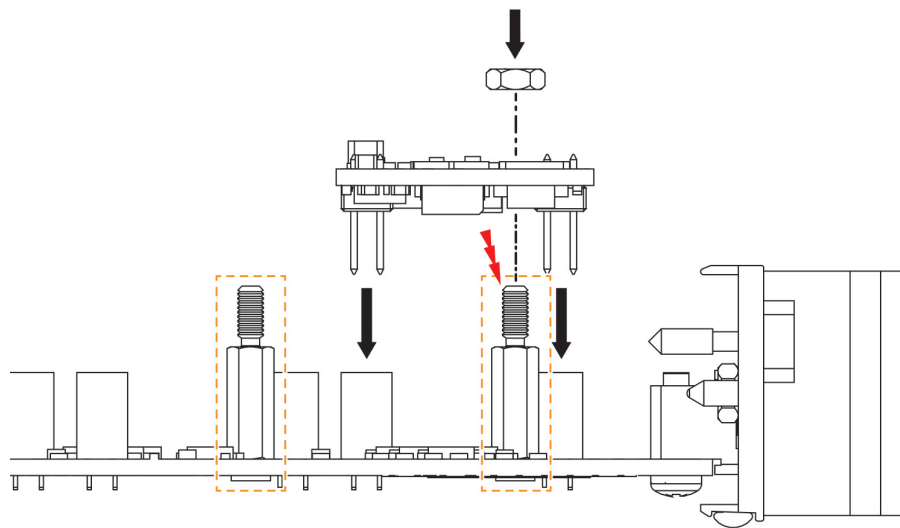

Abb. 2-4 Seitenansicht Montage eines PB5385RES.1-A Resistor Cascade Piggyback
1. Richten Sie das Widerstandskaskaden-Modul auf den jeweiligen Führungsbolzen (orange gestrichelte Rechtecke in Abb. 2-4) eines jeden Steckplatzes des ES5385.1 Carrier Board for Resistor Cascade aus.
Achten Sie auf möglichst geringe mechanische Beanspruchung aller Komponenten. Ziehen Sie Muttern nur leicht (ca. 0,3 Nm) an. Beachten Sie, dass der Führungsbolzen elektronische Bauteile nicht berührt, bzw. beim Montieren des PB5385RES.1-A nicht unter mechanische Spannung bringt (angedeutet durch roten Blitz in Abb. 2-4).